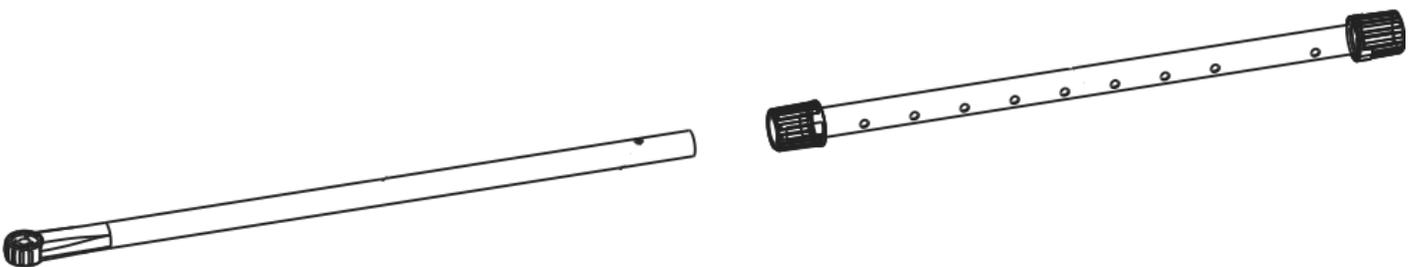

Fig.3 Montage de la tige inférieure sur celle du milieu
2. Ouvrez la bague de blocage sur la tige du milieu, appuyez sur le bouton argenté sur la tige inférieure, glissez la tige inférieure dans celle du milieu jusqu'au verrouillage du bouton (Voir Fig. 3) :